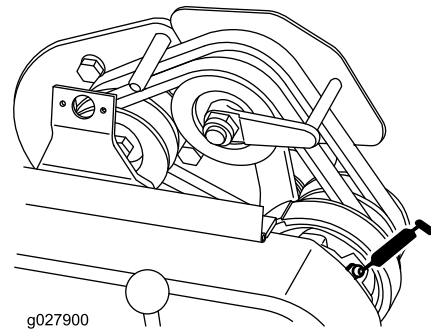

Figura 21
- 1 sul cuscinetto dell'albero di trasmissione (Figura 21).